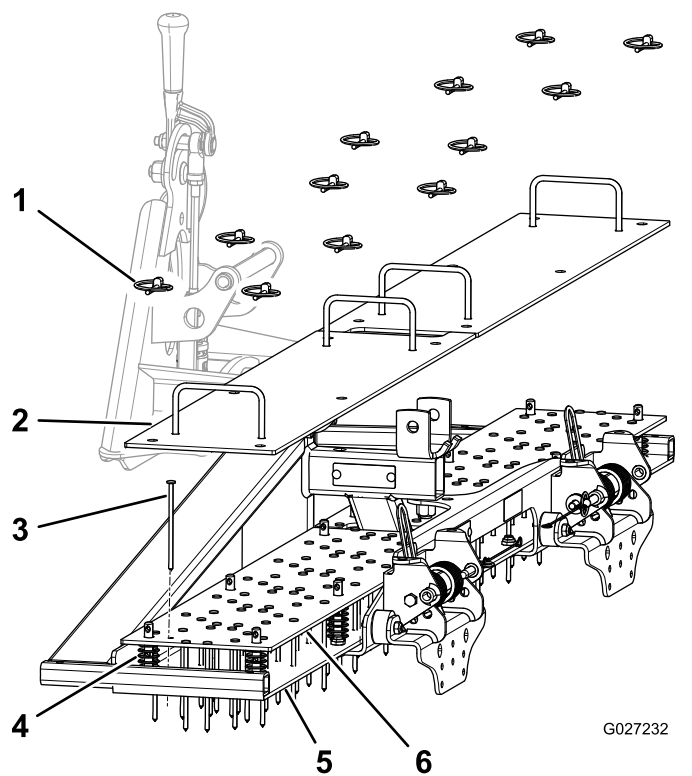

Figura 8
1. Montate le piastre dei chiodi (Figura 8).
2. Montate i chiodi (Figura 8).
3. Montate le piastre superiori (Figura 8).
4. Spostate le piastre superiori nella posizione desiderata e montate gli acciarini (Figura 8).